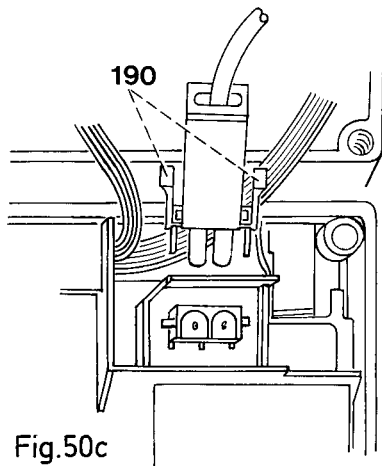

Fig. 50c
- Den Motorstecker wieder auf die Motorsteckdose stecken (Fig. 50c).